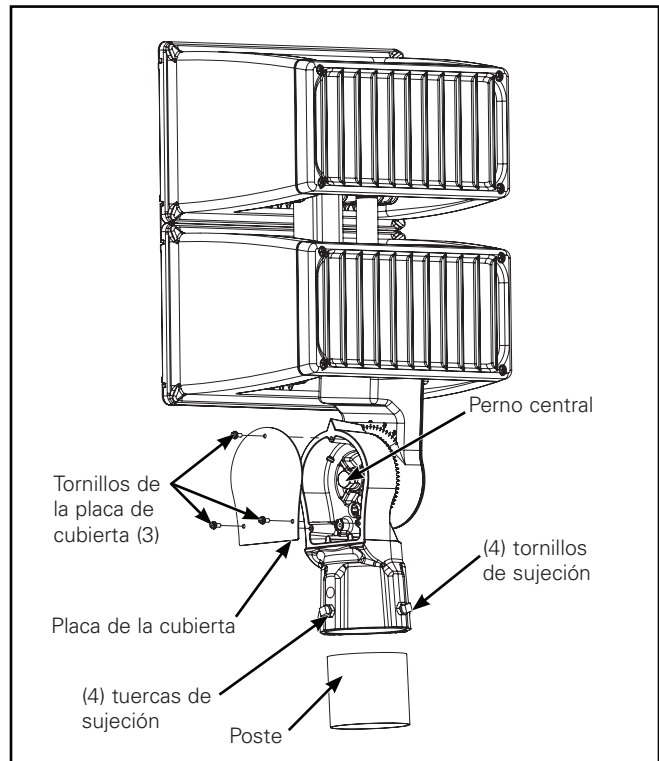
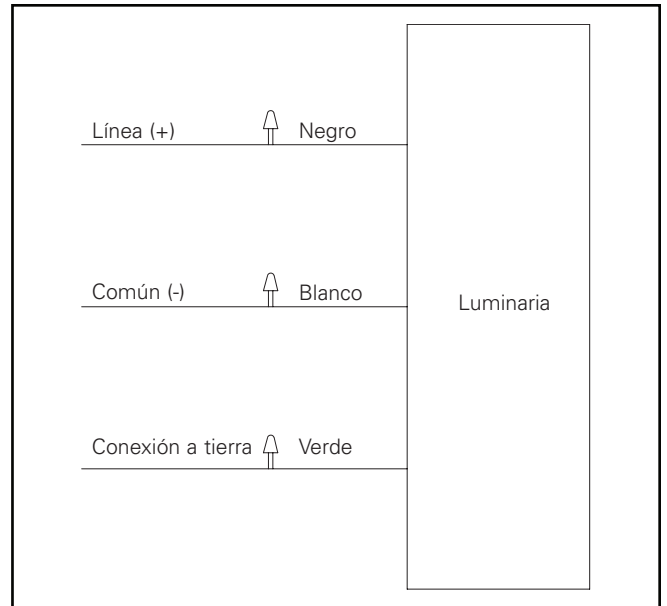

Figura 2.
Figura 4.
5. Consulte los diagramas de cableado para las conexiones de alimentación. (Figura 4.)
Montaje sobre adaptador deslizante (Figura 2.)
2. Retire los (3) tornillos de la placa de cubierta y la placa de cubierta usando el destornillador Phillips n.º 2. (Figura 2.)
5. Realice las conexiones de cableado según el diagrama e instale las conexiones en el poste o en el soporte de montaje. (Figura 4.)
6. Afloje los (4) tornillos de sujeción y deslice el adaptador deslizante sobre el poste o el soporte de montaje.
7. Coloque la luminaria en el ángulo deseado y ajuste los (4) tornillos de sujeción hasta 10 pie-lb. (Figura 2.)
8. Ajuste las tuercas de sujeción hasta 15 pie-lb. (Figura 2.)
4. Consulte los diagramas de cableado para las conexiones de alimentación. (Figura 4.)